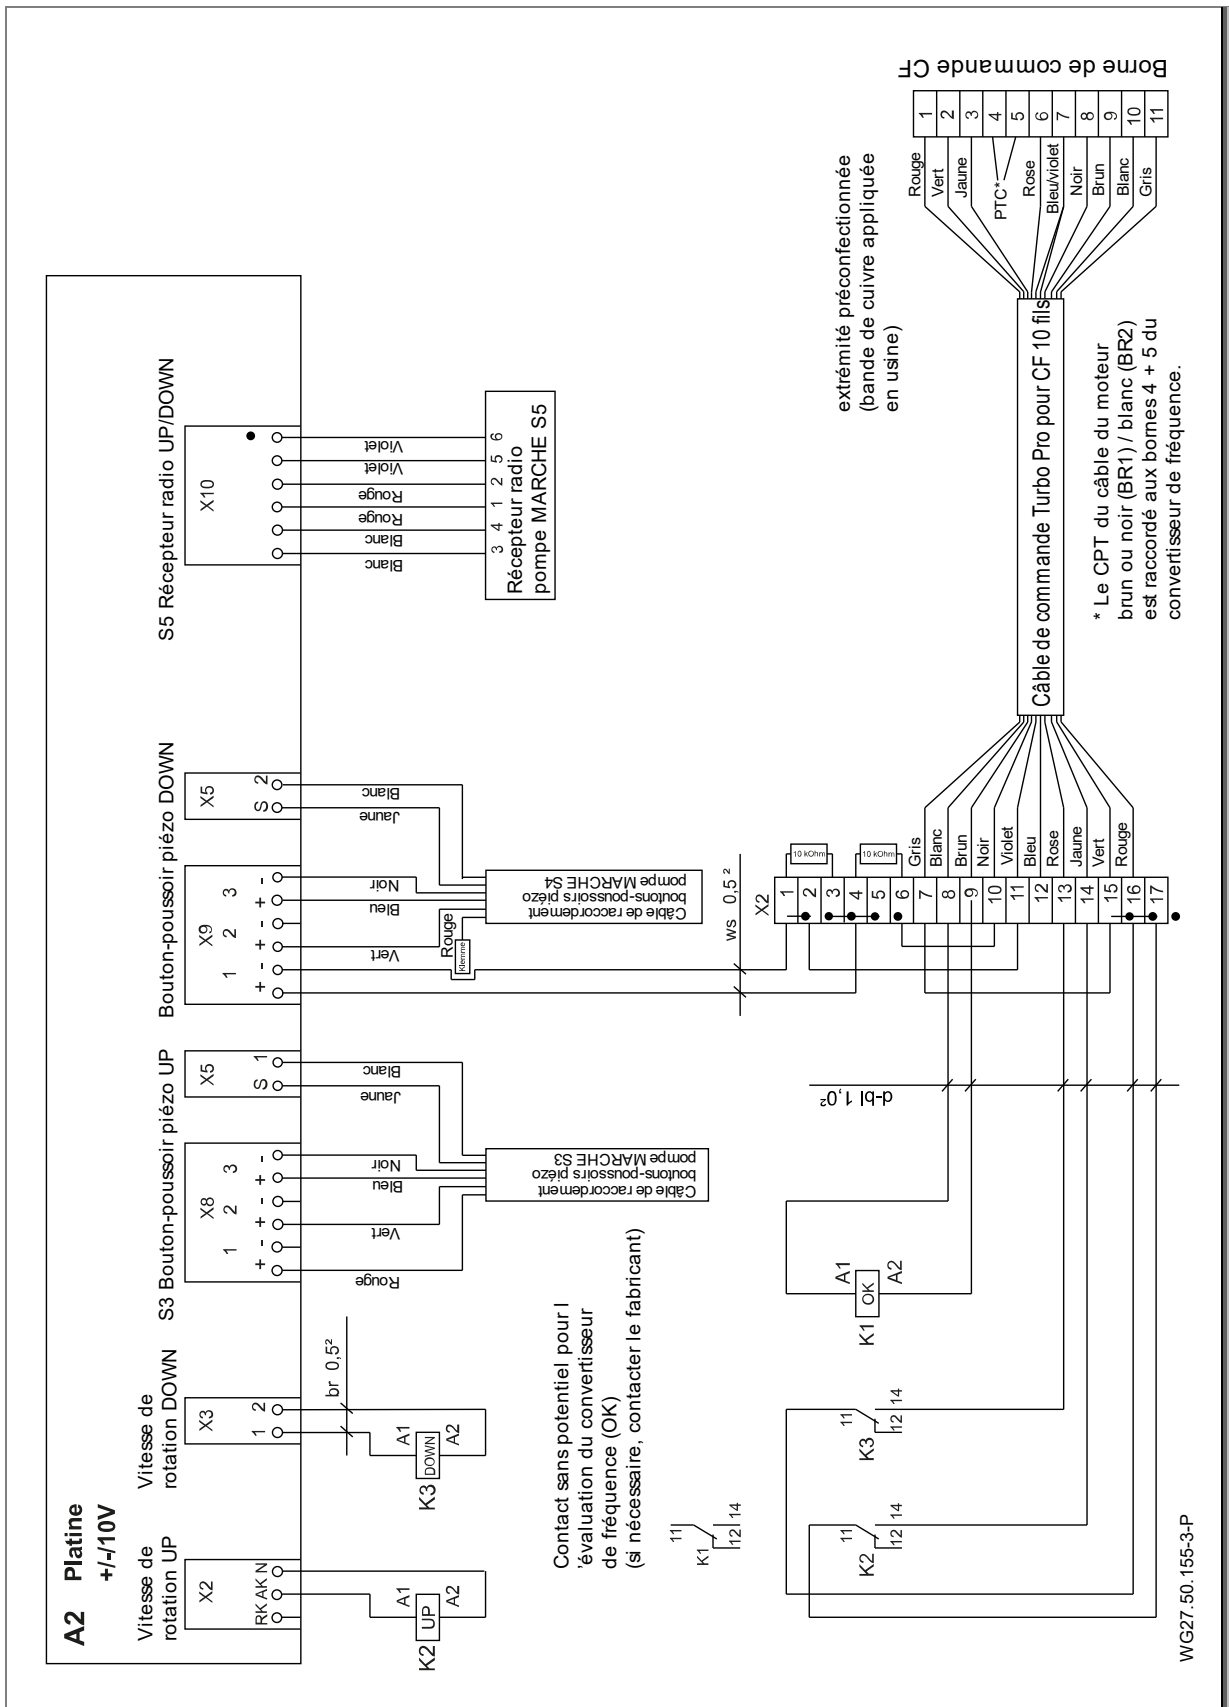

Fig. 19
14. Les fils pour la résistance CPT (brun ou noir (BR1) / blanc (BR2)) doivent être câblés conformément au schéma de connexions. Voir "Fig. 19", page 25